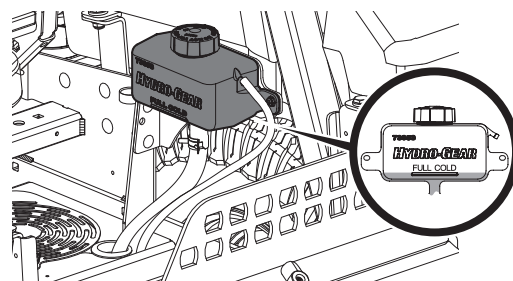

Fig. 44
2. Gire el tapón del depósito en sentido contrario al de las agujas del reloj para retirarlo, luego controle el nivel de aceite del depósito. El aceite debe ser visible en la base de la cubeta, pero el nivel del mismo NO debe estar por encima de la línea de "LLENO FRÍO" (Fig. 44). NO LLENE EL DEPÓSITO.